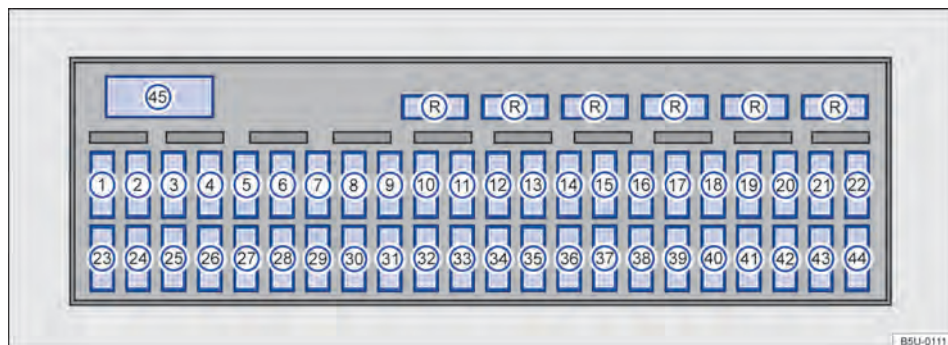

Fig. 185 Caixa de fusíveis.
A Volkswagen recomenda manter sempre no veículo alguns fusíveis de reserva, que podem ser alojados na parte superior da caixa de fusíveis → Fig. 185 (R) (como, por exemplo, fusíveis de 5 A, 10 A, 15 A, 20 A, 25 A e 30 A para veículos sem ar-condicionado ou 40 A para veículos com ar-condicionado).